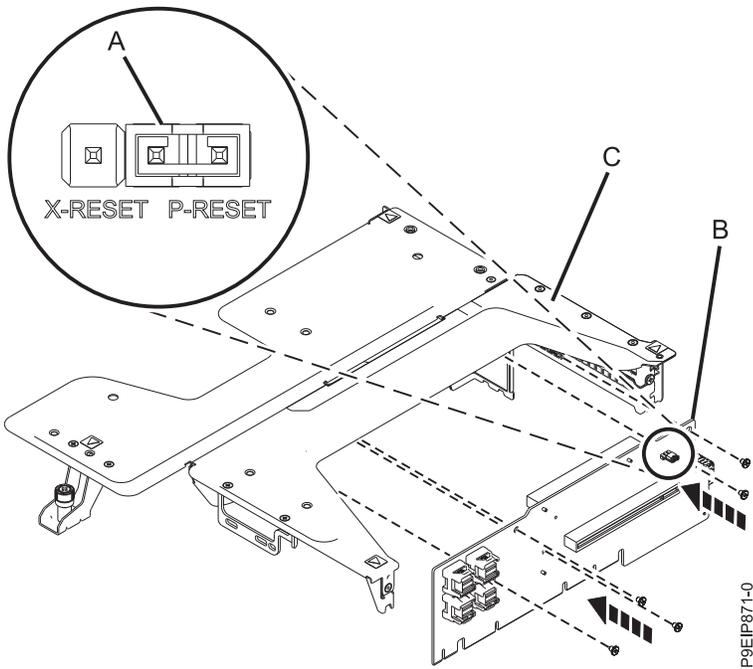

図 26. 位置 1 のアダプターの再取り付け
3. ライザー・カードをライザー・フレームに再取り付けします。(A) のジャンパーがピン 1 と 2 (P リセット) に設定されていることを確認します (30 ページの図 26 を参照)。5 本のねじを再取り付けして、ライザー・カード (B) をライザー・サポート (C) に固定します。